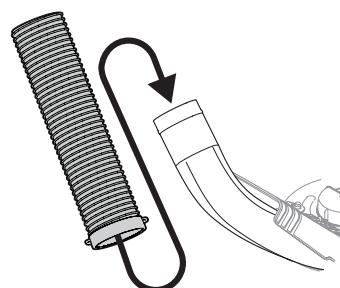

Figure 25
3. Soulevez le tube par les poignées à son extrémité. Enfilez le tube sur le coude de goulotte, comme illustré à la Figure 25.